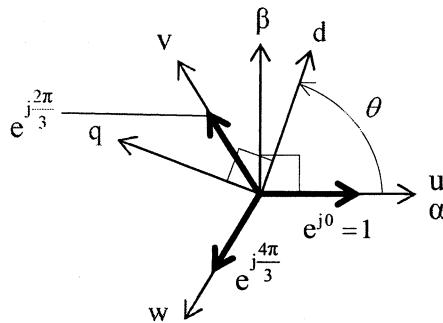

図 1 座標軸の関係
- (1) 交流電動機の可変速運転の基本事項について、永久磁石三相同期電動機（極数 2）を例にとり、図 1 に示す静止座標（ $\alpha\beta$  軸）と回転磁界に同期して回転する同期回転座標（ $d q$  軸）の上で、空間ベクトルを用いた動作解析を交えて考察する。なお、電動機の  $u, v, w$  の三相巻線は対称で、 $u$  相巻線を基準として、それから  $\theta$  の方向の永久磁石による磁束の方向を  $d$  軸としている。